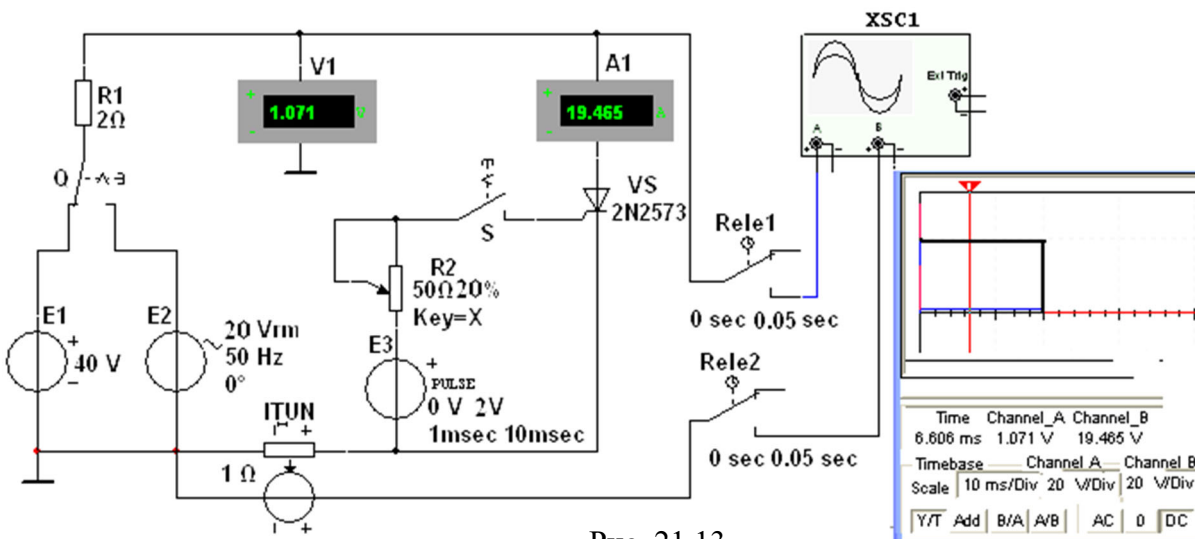

Рис. 21.13
**Задание 3.** Открыть схемный файл **21.13.ms10** или собрать схему испытания тиристора **VS** типа **2N2573** (рис. 21.13), содержащей, кроме источников постоянного **E1** и синусоидального **E2** напряжения, генератор **E3** прямоугольных импульсов с регулируемым временем задержки (**Delay Time**) импульсов  $t_3$ , длительностью
импульсов (**Pulse Width**) (задана длительность  $t_u = 1$  мс) и периодом (**Period**)  $T$  (задан период  $T = 10$  мс); датчик тока **INUT** (источник напряжения, управляемый током: при коэффициенте передачи **INUT**  $k = 1$  Ом значение выходного напряжения в вольтах равно значению тока в амперах; например, значение напряжения 19,465 В (**Chanel\_B**, см. рис. 21.13, справа) равно значению протекающего через тиристор тока 19,465 А, а напряжение на открытом тиристоре (**Chanel\_A**)  $U_a = 1,071$  В); два реле времени **Relе1** и **Relе2** (два переключателя с программируемым временем переключения для задания задержки (0 сек) и продолжительности (0,05 сек) вывода
**Скопировать** изображение схемы (рис. 21.13) на страницу отчёта.
**Установить** переключатель Q (см. рис. 21.13) в правое положение, **замкнуть** ключ S, последовательно **задавать** время задержки  $t_z = 1; 4$  и  $7$  мс импульсов управления  $U_y$  генератора E3 и **зарисовать** (или **скопировать**) на страницу отчёта осциллограммы напряжения  $u_a$  и тока  $i_a$  тиристора.